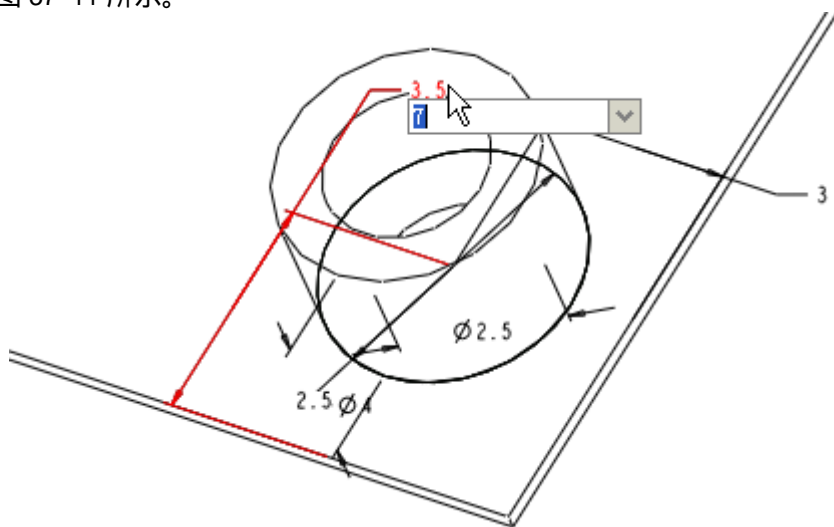

图 37-11
- (1) 在模型树中选中建立的“组 w”，单击特征工具栏中的按钮 ，打开阵列特征操控板。
- (2) 在模型中选中尺寸“3.5”，在弹出的文本框中输入该尺寸方向的阵列间距“7.1”，如图 37-11 所示。